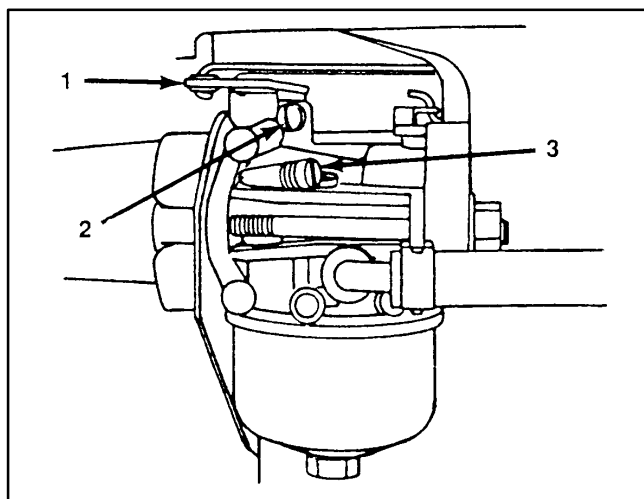

Figure 19
1. Tourner la soupape de mélange du ralenti dans le sens des aiguilles d'une montre jusqu'à ce qu'elle soit **juste** fermée (Fig. 19). Ne pas trop la fermer au risque de causer des dégâts.
4. Tourner la commande des gaz (Fig. 19) dans le sens anti-horaire et la maintenir contre la vis de réglage du ralenti (Fig. 19), tout en tournant celle-ci afin d'obtenir 1750 tr/mn.